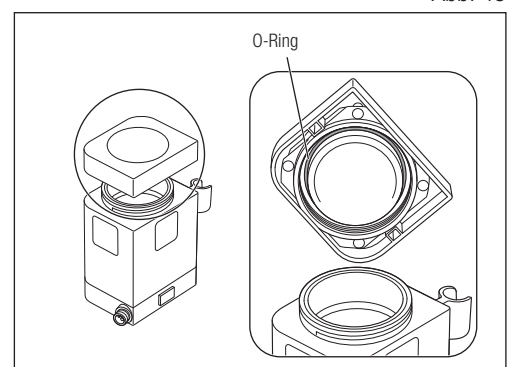

Abb. 49
- 2) Entfernen Sie den O-Ring mit einer Nadel oder dergleichen aus dem Kammerdeckel (Abb. 49).